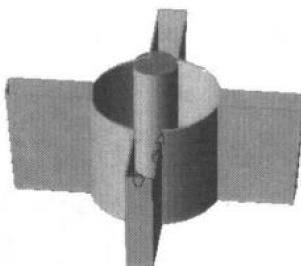

图 1-14
- (3) 建立一个铣削区域，设定下列参数：
- ① Blank Height (铣削区域高度) 为“30”。
- ② Clearance (间隙) 为“15”。
- (4) 在铣削区域的中心位置建立一个放电坐标系。
- (5) 建立图 1-14 中所示的轮廓。